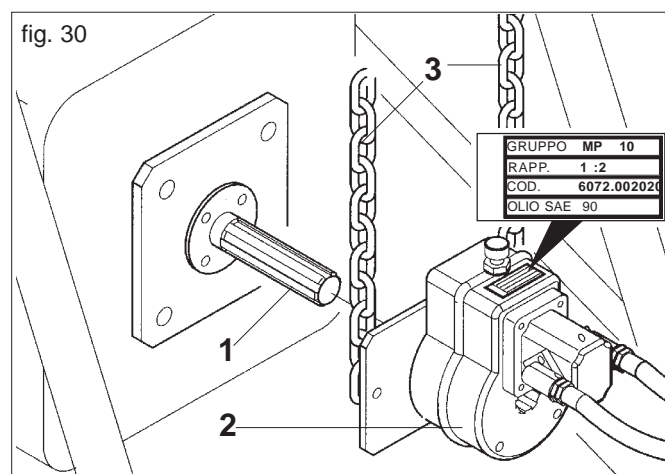

fig. 30
A motore spento e trattore bloccato, collegare correttamente tutti gli innesti rapidi. Pulire ed ingrassare la presa di forza del trattore (1 Fig. 30). Innestare il moltiplicatore (2) nella presa di forza dell'attrezzatura come in Figura 30. Verificare il corretto accoppiamento, bloccare la rotazione del moltiplicatore con le catene in dotazione (3) agganciandole ad una parte fissa del trattore.